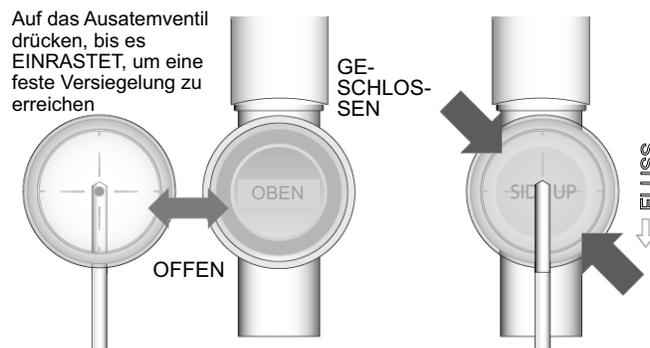

Abbildung D-3 Schließen der Abdeckung des Ausatemventils
3. Setzen Sie die Membran sorgfältig wieder in die Halterung am Ausatemventil ein. Klopfen Sie leicht rund um die Membran, um sicherzustellen, dass sich beim Schließen des Ausatemventils keine Knicke bilden. Siehe Abbildung D-3.